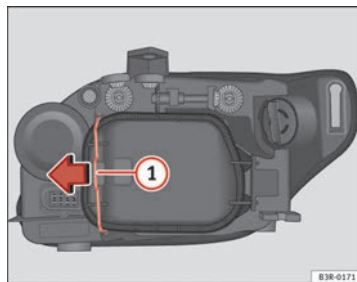

Fig. 197 Luz de posición (lado interior vehículo)
- Desplace el tirante ⇒ **fig. 197 ①** en el sentido de la flecha y saque la tapa rígida separando primero el lado del tirante y sacando después las dos pestañas del extremo contrario de la tapa.